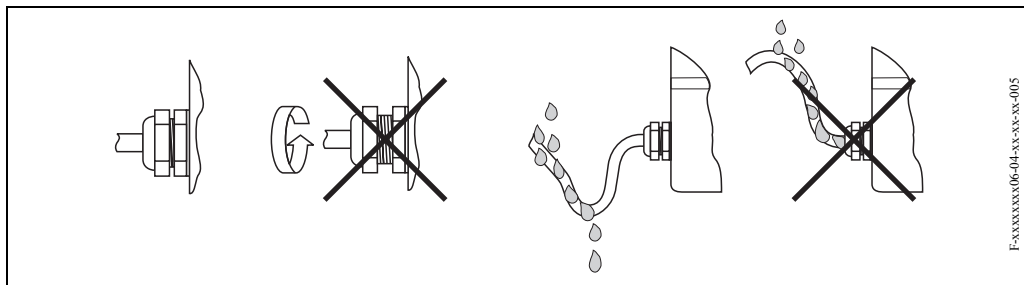

Fig. 20: Instrucțiuni de instalare pentru intrările de cablu
- Strângeți foarte bine intrarea de cablu (Fig. 20).
- Cablurile trebuie să aibă o curbură în jos înainte de a intra în intrările de cablu ("separator de apă", Fig. 20). Acest aranjament împiedică umezeala să pătrundă în intrare. Instalați întotdeauna dispozitivul de măsurare astfel încât intrările de cabluri să nu fie orientate în sus.